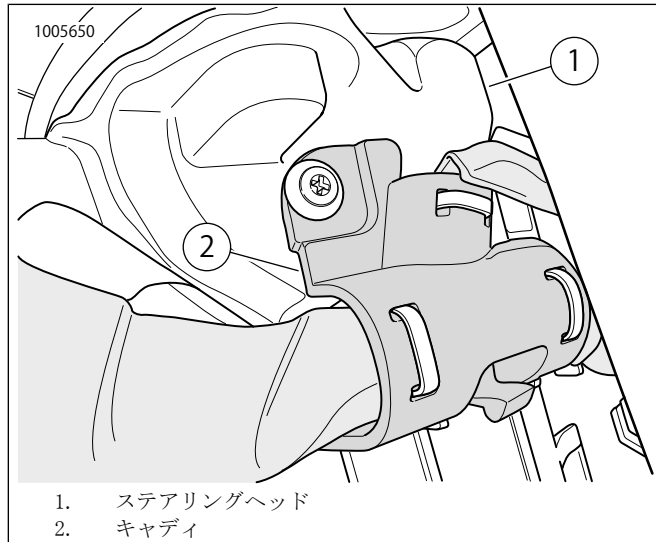

図10。ステアリングヘッド
- 9. 図10を参照してください。48インチハーネスの先端をステアリングヘッド(1)まで取り回します。キャディ(2)を使ってハーネスを固定します。